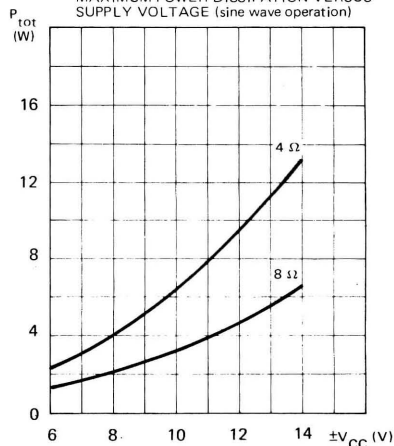

FIG. 14 : SCHEMA D'UN AMPLIFICATEUR TYPE AVEC UNE ALIMENTATION DOUBLE
SATEUR C8 (voir Fig. 14)
(see Fig. 14)
BANDES PASSANTES (voir Fig. 14)
P.C. BOARD AND COMPONENT LAYOUT FOR THE CIRCUIT OF FIG. 14